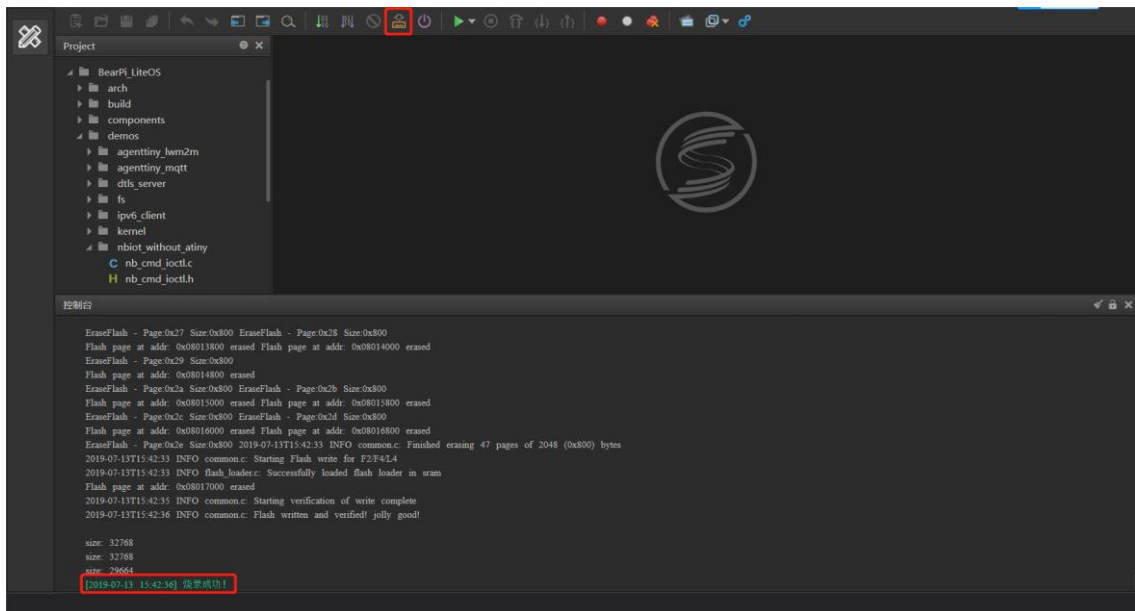

图 2-8 烧录成功
**步骤3** 连接好开发板，单击工具栏中的，即可将已编译好的程序烧录至开发板，如图 2-8 所示。